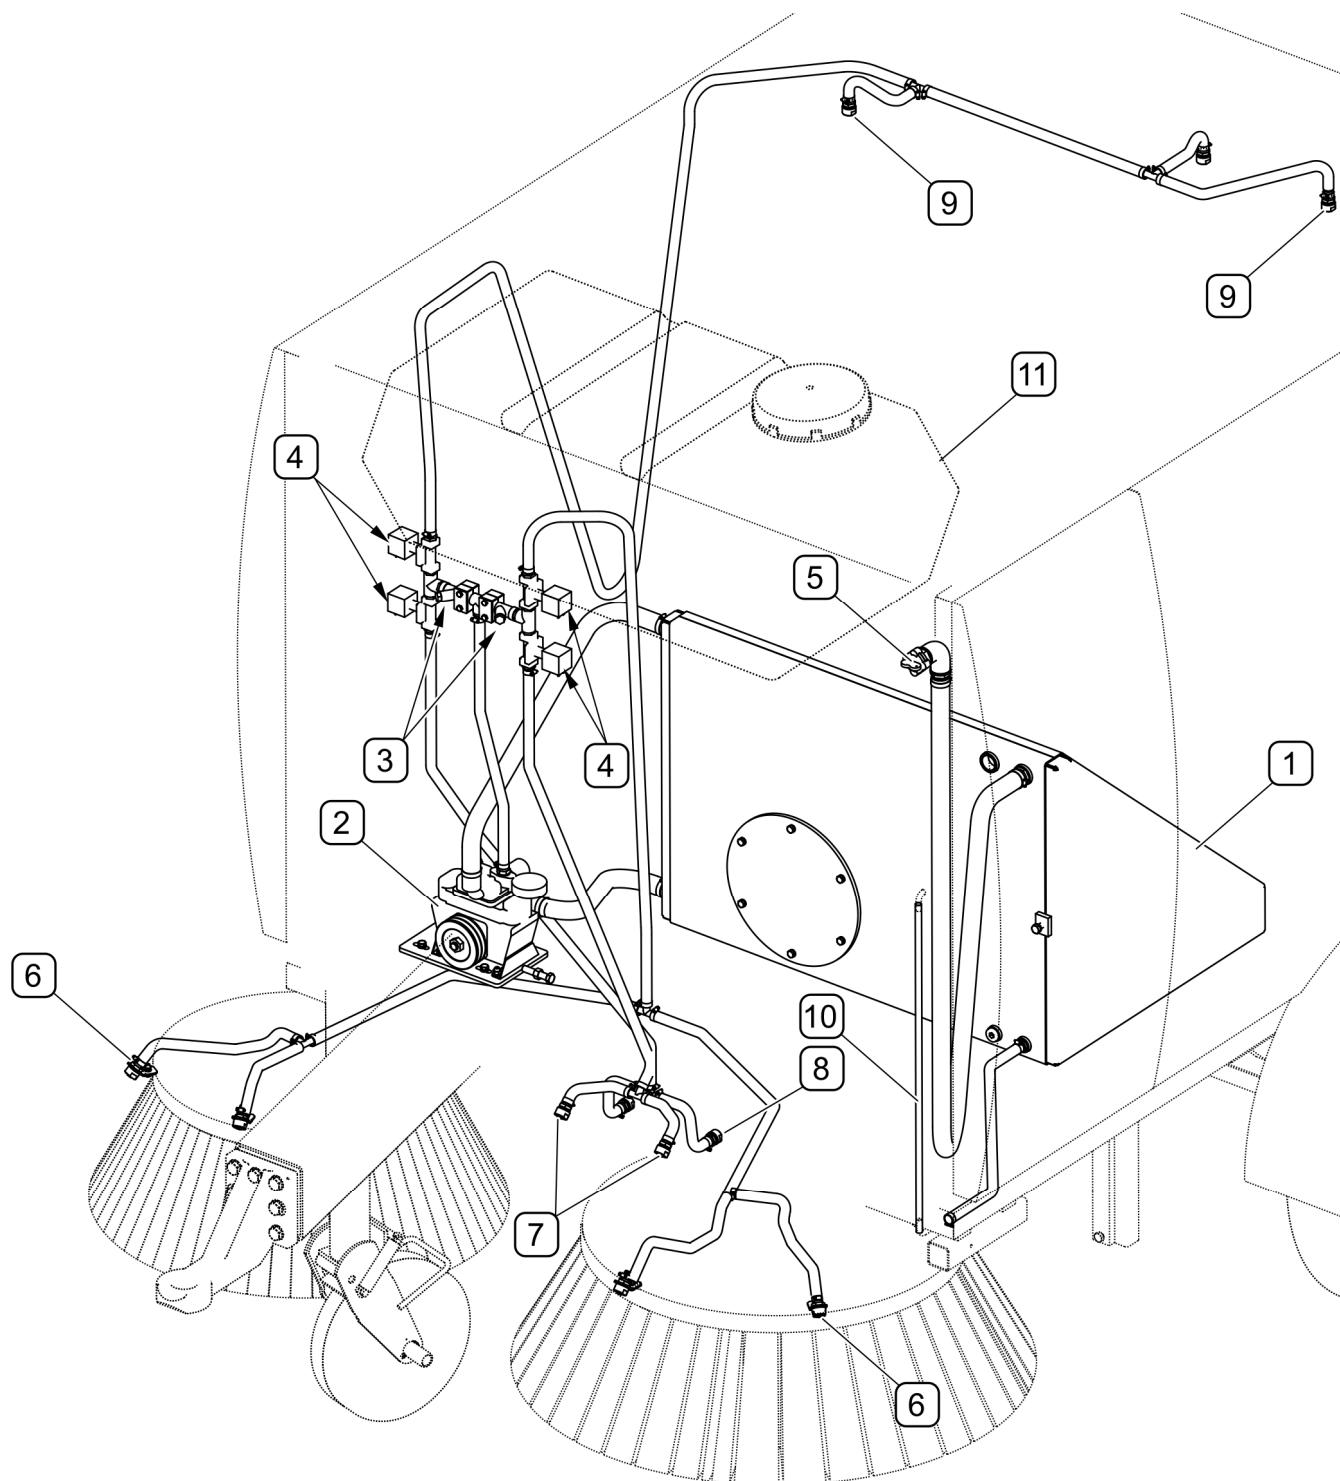

РИСУНОК 3.8 Конструкція системи зрошення
(1) - бак для води; (2) - насос для води; (3) - фільтри; (4) - електромагнітний клапан; (5) - заливний корок; (6) - щілинні форсунки системи підмітання; (7) - щілинні форсунки системи всмоктування; (8) - конічні форсунки системи всмоктування; (9) - конічні форсунки бака; (10) - індикатор рівня води; (11) - додатковий бак для води (на замовлення)
Основними елементами системи зрошення (РИСУНОК 3.8) є бак для води (1) і насос для води (2). Зрошувальні форсунки (6), (7), (8), розташовані на щітках, всмоктувальній насадці і в баку для сміття, ефективно запобігають утворенню пилу під час роботи машини. Керування системою здійснюється з панелі керування шляхом активації відповідних електромагнітних клапанів (4).